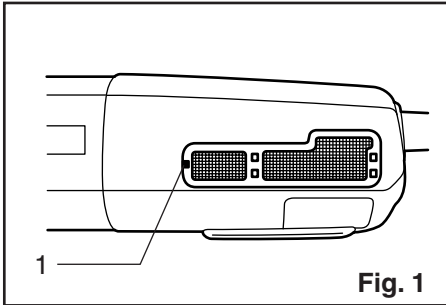

Fig. 1
- There are three types of dust cover attachment and each is used in one of different positions. (Fig. 1, 2 & 3)
- Il existe trois types de capuchon antipoussière, chacun d'eux s'utilisant sur une position différente. (Fig. 1, 2 et 3)
- Es gibt drei verschiedene Staubfänger, die in verschiedenen Positionen verwendet werden. **(Abb. 1, 2 u. 3)**
- Er zijn drie soorten stofkappen die elk in een verschillende positie worden gebruikt. **(Fig. 1, 2 en 3)**
- Hay tres tipos de accesorio de cubierta contra el polvo y cada uno se utiliza en una de las diferentes posiciones. **(Fig. 1, 2 y 3)**